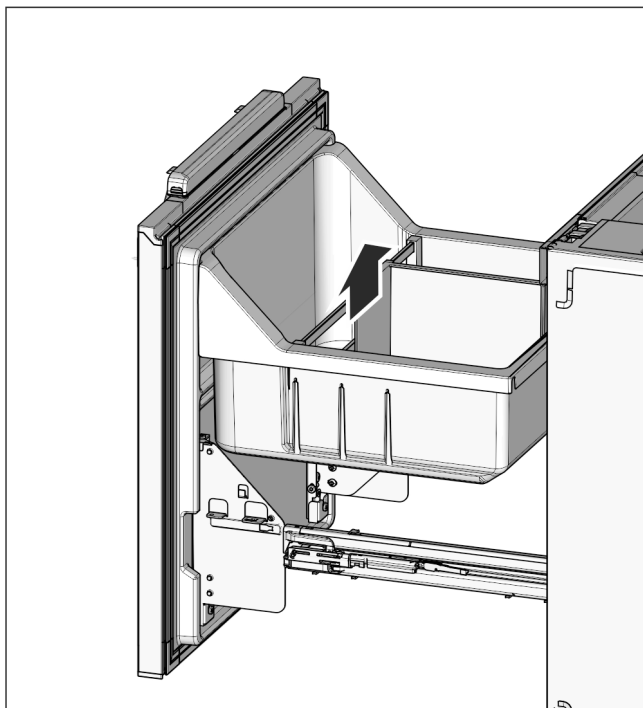

Fig. 29
- Flaschenabsteller Fig. 29 (32) und Auszugswanne Fig. 29 (31) wieder einsetzen.